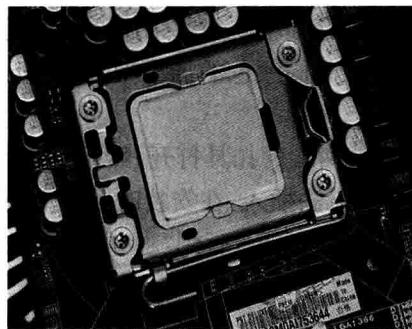

图 1-4 CPU 安装
3) 放下金属顶盖,然后将金属拉杆回位,扣在小金属片下,如图 1-4 所示。